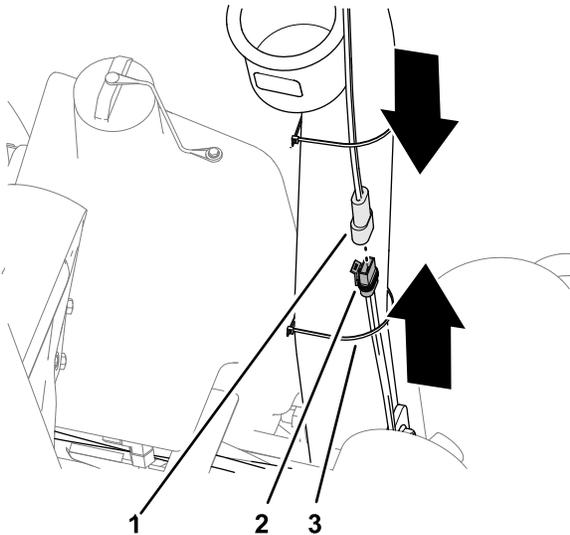

Figura 19
1. Conecte el conector hembra de 2 vías del arnés de alimentación al conector de 2 pines del arnés de cables del toldo (Figura 19).